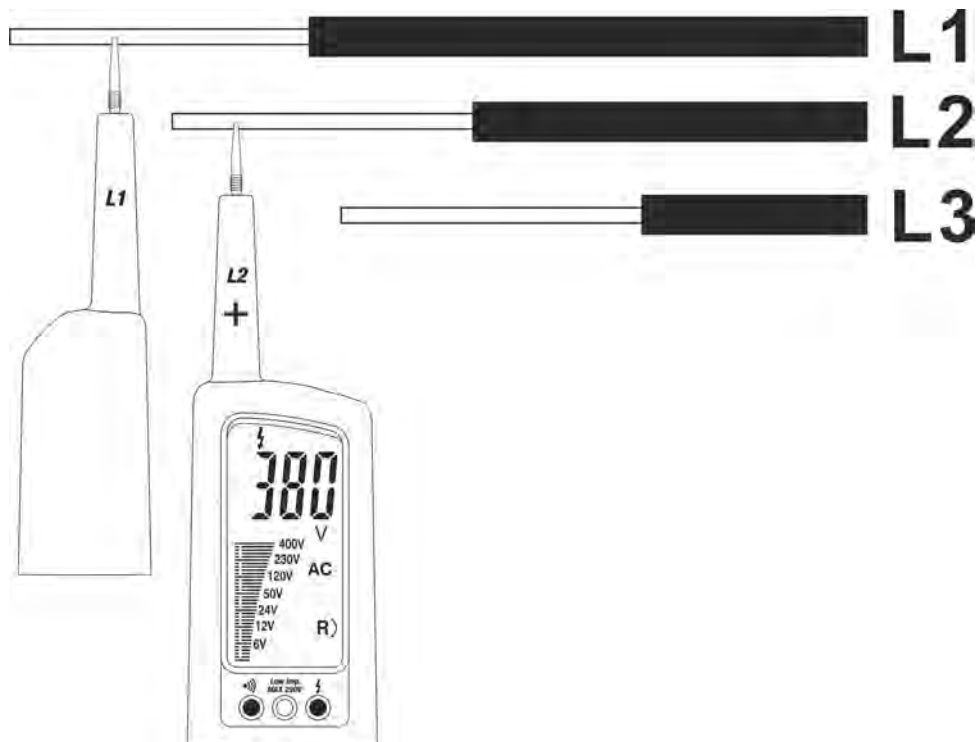

Fig. 6: Test rotation des phases
2. Connectez la sonde **L1** à la phase 1 et la sonde **L2** à la phase 2 du système triphasé testé (voir Fig. 6). La mesure est effectuée **uniquement lorsque les sondes sont en contact avec des conducteurs sous tension**